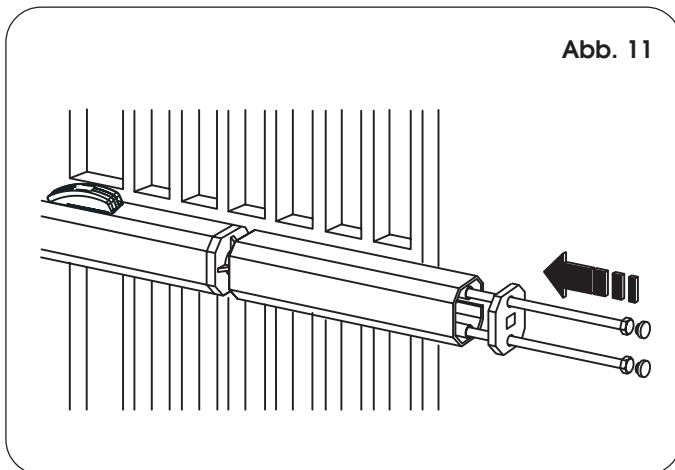

Abb. 11
- 12) Das Schutzgehäuse vorbereiten und am Antrieb anbringen, siehe Abb. 11. Den Biegeschutz für Stromkabel montieren (Bez. ③, Abb. 12).